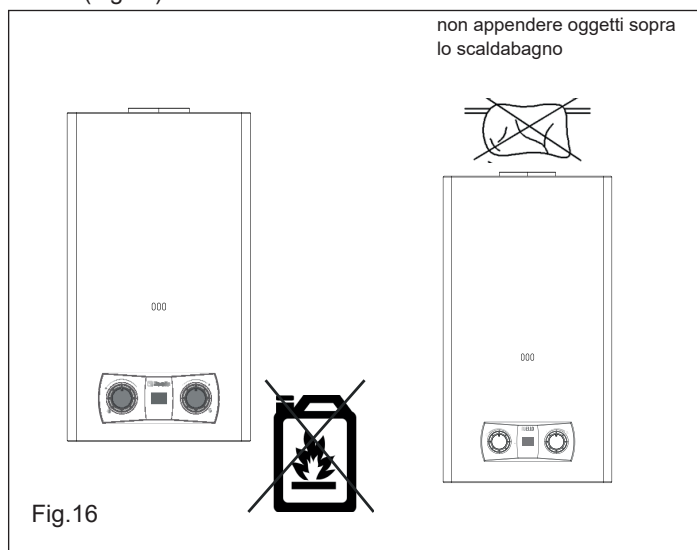

Fig. 16
- Non collocare materiali, soprattutto infiammabili, sotto, vicino, sopra il prodotto (Fig. 16) e non bloccare l'ingresso dell'aria (Fig.13).